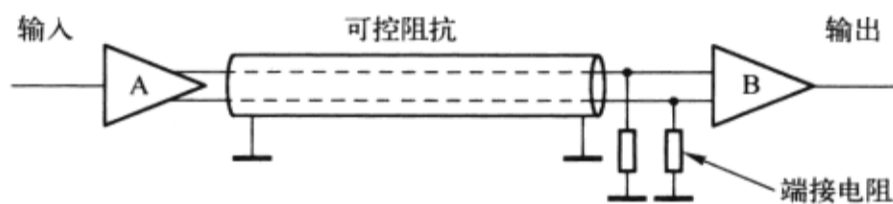

图 6-3-2 差分传输线
2) **差分传输线** 如图 6-3-2 所示，适用于对噪声隔离和改善时钟频率要求较高的情况。在差分模式中，传输线路是成对布放的，两条线路上传输的信号电压和电流值均相等，但相位（极性）相反。由于信号在一对 Trace 中进行传输，在其中一条 Trace 上出现的任何噪声与另一条 Trace 上出现的噪声完全相同（并非反向），两条线路之间生成的场将相互抵消，因此与单端非平衡式传输线相比，只产生极小的地线回路噪声，并且减少了外部噪声的问题。这是一个平衡线路，信号线和回路线的几何尺寸相同。平衡式传输线不会对其他线路产生噪声，同时也不易受系统其他线路产生的噪声的干扰。